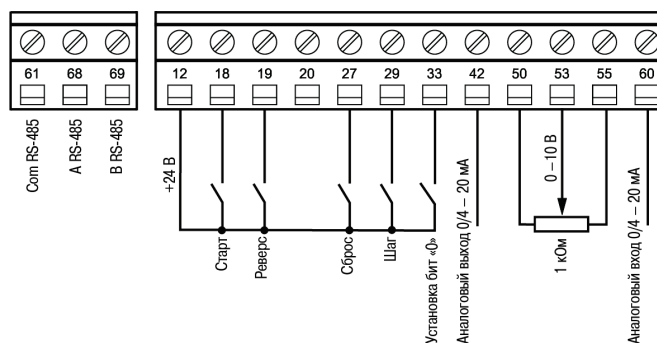

Рис. 1 – Клеммы управления прибора
1. Нажмите на ЛПО  и кнопку «ШАГ» (см. рисунок 1) – электродвигатель начнет вращаться с частотой, близкой к 5 Гц.
2. В режиме «Автомат» на клемму 18 подается команда пуска/останова (см. рисунок 1).